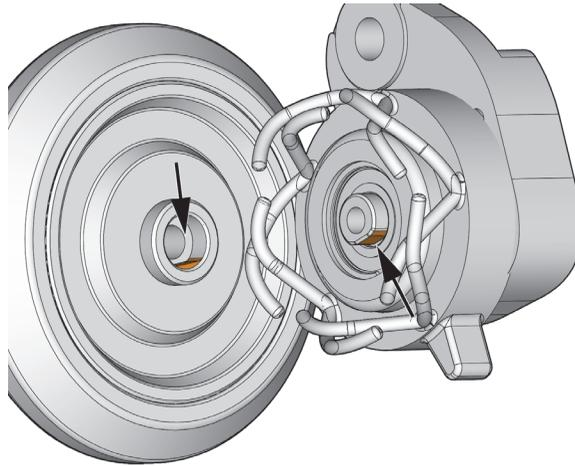

Figura 5-16 Flancos planos del eje y de la rueda
2. Para instalar la rueda, alinee los flancos planos del eje y de la rueda, presione la rueda contra el eje para comprimir el anillo de fricción. Finalmente, instale el tornillo (ver Figura 5-16 en la página 90).